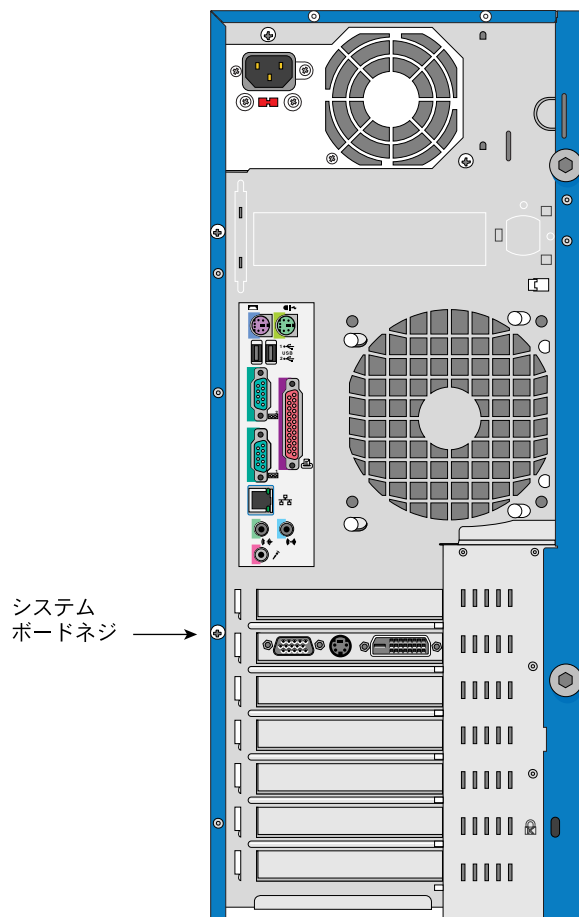

図2-21 システムボードのネジの場所
5. システムボードのネジをゆるめます。図2-21に、ネジの場所を示します。
5. システムボードのネジを固定ブラケットに固定します。システムボードのネジの場所については、43 ページの図 2-21 を参照してください。